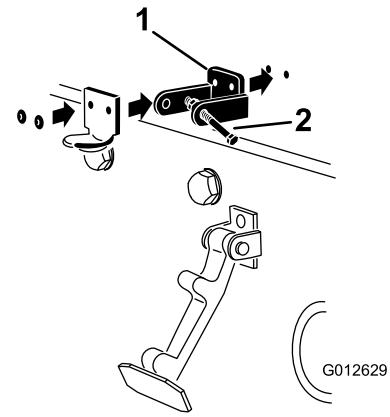

Figura 8
4. Alinee los taladros de montaje y posicione el cierre de seguridad para CE y el cerradero sobre el capó (Figura 8).
6. Remache el seguro de cierre, el cerradero y las arandelas al capó (Figura 8).